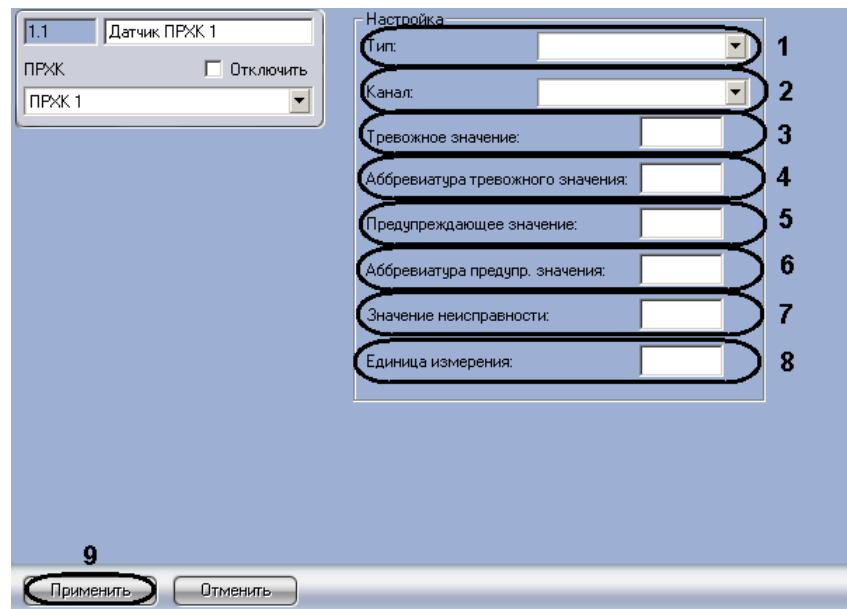

Рис. 2.3-2 Панель настроек объекта Датчик ПРХК
1. Перейти на панель настройки объекта **Датчик ПРХК** (Рис. 2.3-2).
2. Из раскрывающегося списка **Тип**: необходимо выбрать тип внешнего воздействия на датчик (см. Рис. 2.3-2, 1).
3. Из раскрывающегося списка **Канал**: необходимо выбрать адрес датчика (см. Рис. 2.3-2, 2).
4. В поле **Тревожное значение**: необходимо ввести значение, при достижении и превышении которого от датчика будет приходить сообщение **Тревога** (см. Рис. 2.3-2, 3).
5. В поле **Аббревиатура тревожного значения**: необходимо ввести сообщение, характеризующее состояние тревоги на карте (Рис. 2.3-2, 4).
6. В поле **Предупреждающее значение**: необходимо ввести значение, при достижении и превышении которого от датчика будет приходить сообщение **Предупреждение** (см. Рис. 2.3-2, 5).
7. В поле **Аббревиатура предупр. значения**: необходимо ввести сообщение, характеризующее состояние предупреждения на карте (см. Рис. 2.3-2, 6).
8. В поле **Значение неисправности**: необходимо ввести значение, при котором приходит сообщение о неисправности датчика (см. Рис. 2.3-2, 7).
9. В поле **Единица измерения**: необходимо ввести обозначение единицы измерения значения датчика на карте (см. Рис. 2.3-2, 8).
10. Для сохранения внесенных изменений нажать кнопку **Применить** (см. Рис. 2.3-2, 9).